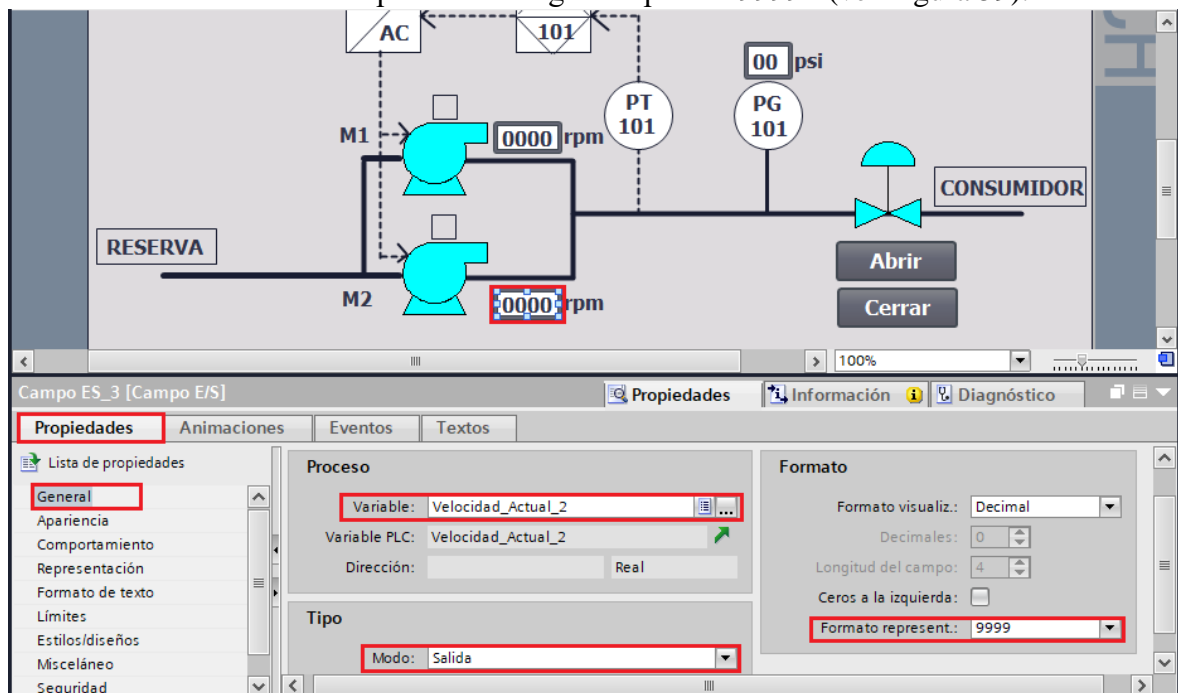

Figura 59. Configuración Campo E/S “Velocidad Actual 2”.
- En “Formato” / “Formato represent” escoger la opción “9999” (ver Figura 59).